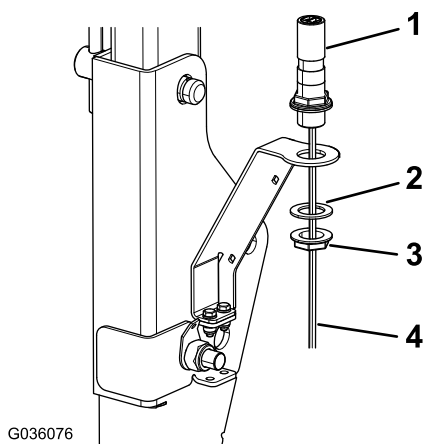

Bild 4
1. Befestigen Sie die Rundumleuchte an der Rundumleuchtenhalterung (Bild 4).